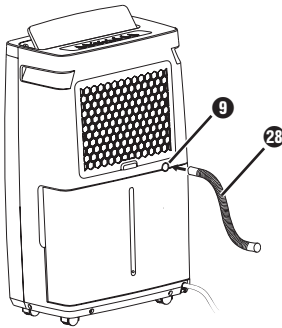

Abb. 3
- ◆ Stecken Sie entweder den mitgelieferten Schlauch **28** oder den EU-Gartenschlauchadapter **29** auf die Austrittsöffnung **9** (siehe Abbildung 3 + 4).